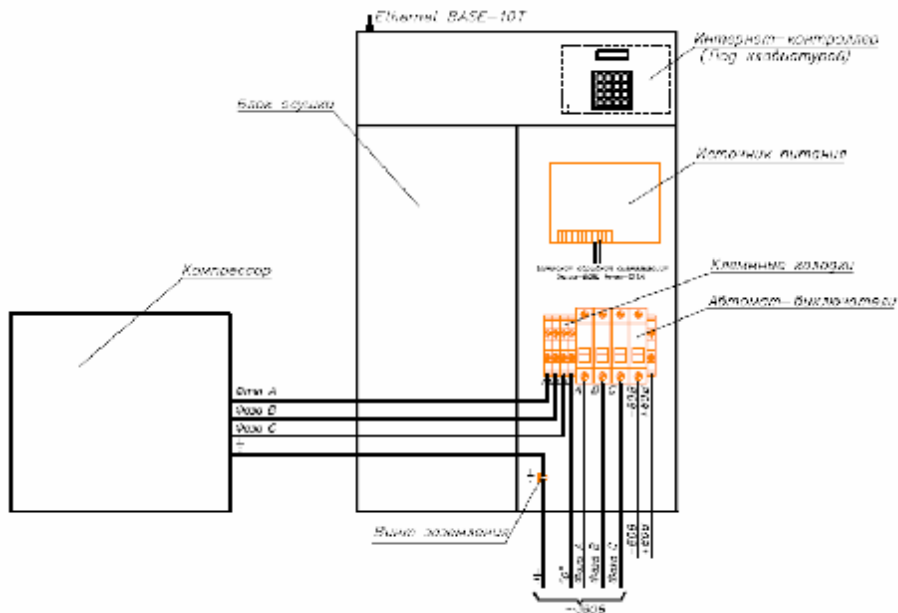

Рис. 12
1. Подключение блока осушки и компрессора должно производиться согласно схеме соединения Рис. 12.